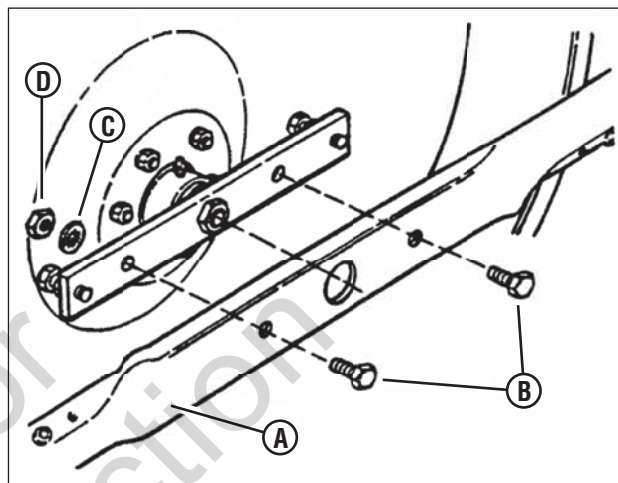

Figura 43: Removendo a lâmina do cortador
4. Remova os parafusos (B, **Figura 43**), arruelas (C) e porcas (D) que fixam a lâmina do cortador (A) ao eixo.